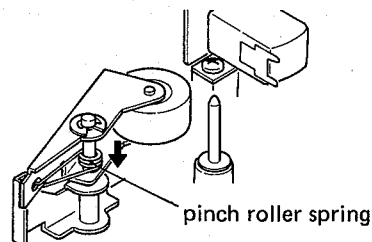

Fig. 4-5
5. If the pinch roller spring (fig. 4-5) was replaced for repair, always position the spring around the lower half of the spring shaft as shown in fig. 4-5.
5. もし修理のためにピンチ・ローラ・スプリング (図4-5) の交換をした時は、必ず 図4-5 のようにスプリングをスプリング・シャフトの下側に位置させる。